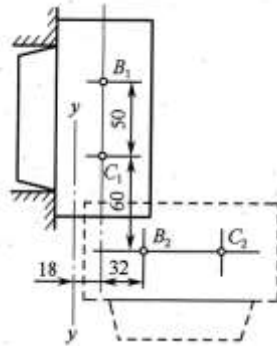

图 1
5. 在图 1 所示为加热炉炉门的启闭机构，点  $B_1(B_2)$ 、 $C_1(C_2)$  为炉门上的两铰链副中心。炉门打开后成水平位置时，要求炉门的热面朝下。固定铰链中心  $A$ 、 $D$  应位于  $y-y$  轴线上，其相互位置的尺寸如图 1 所示，试设计此四杆机构。